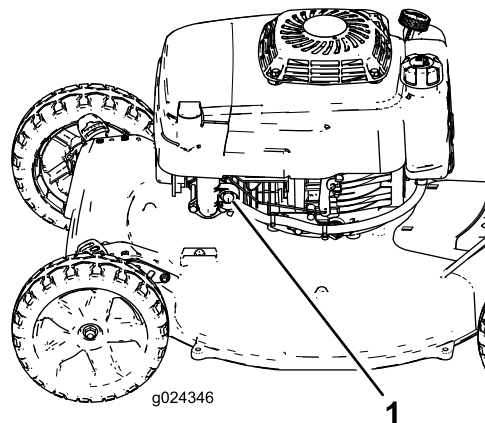

Bild 12
2. Drücken Sie die Kaltstarthilfe (Bild 12) kräftig für eine Sekunde.